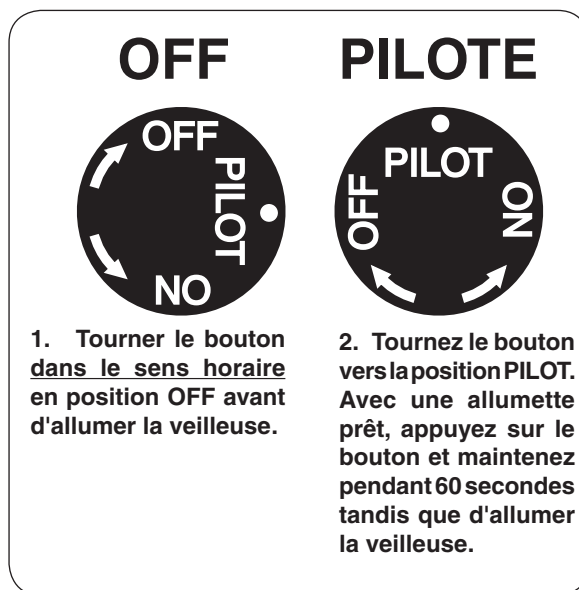

Fig. 18-1 Détail bouton de commande (OFF, PILOTE)
1. Localiser la vanne sur le côté de l'appareil. Appuyer sur le bouton légèrement de contrôle du gaz et tourner dans le sens horaire à **OFF** (Fig. 18-1).
2. Tournez le bouton de réglage dans le sens antihoraire pour **PILOTE** (Fig. 18-1). Appuyez sur le bouton de commande **fermement et pleinement** enfoncée. Tenir un long match de cheminée ou un briquet à proximité du thermocouple pour allumer la veilleuse. Continuez à tenir le bouton de commande pendant environ 60 secondes après que le pilote est allumé, puis relâchez le bouton. Le pilote reste allumé.